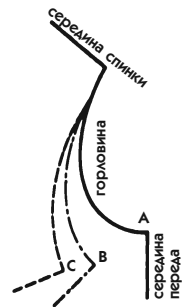

Рис. 406
5. Чтобы сравнить полученные результаты, совместите оба лекала (404, 405) по срединной линии воротника и переведите их контуры на один лист с лекалом лифа, как показано на рис. 406.